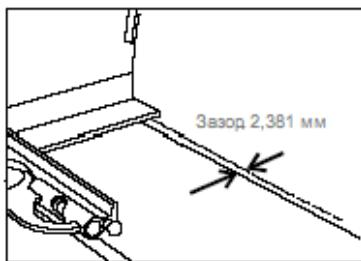

Рис. 18: Измерение зазора между диском и столом.
4. Перемещая диск на валу выставить зазор между диском и столом $3/32"$ (Рис. 18).